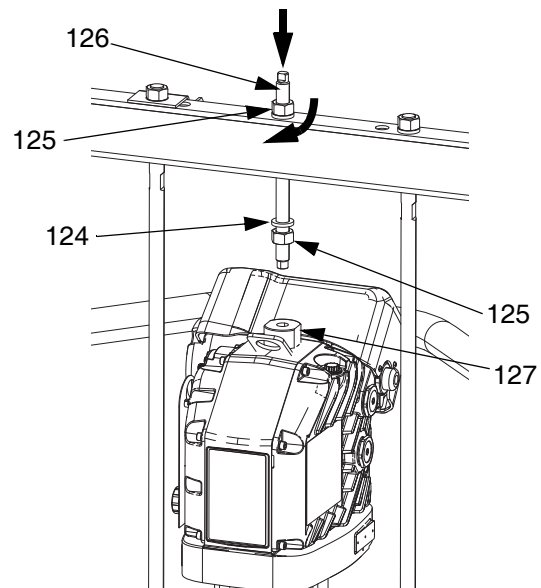

图 42
1. 使用适当的起重机，将拉杆插入活塞泵 (AC) 并将驱动器 (AB) 固定到泵 (AC) 上。
- b. 安装螺杆 (126)，将其穿过横杠中心孔。在横杠上下，将锁紧垫圈 (124) 和螺母 (125) 安装到螺杆 (126) 上。用一把扳手夹住吊环转换接头 (127)，并用另一把扳手将螺杆 (106) 拧入吊环转换接头 (127)。参见图 42。
- c. 用最大 25 ft-lb (34 N•m) 的扭力拧紧横杠下方的螺母 (125)。
- d. 拧紧横杠上方的螺母 (125) 让驱动器 (AB) 锁紧就位。